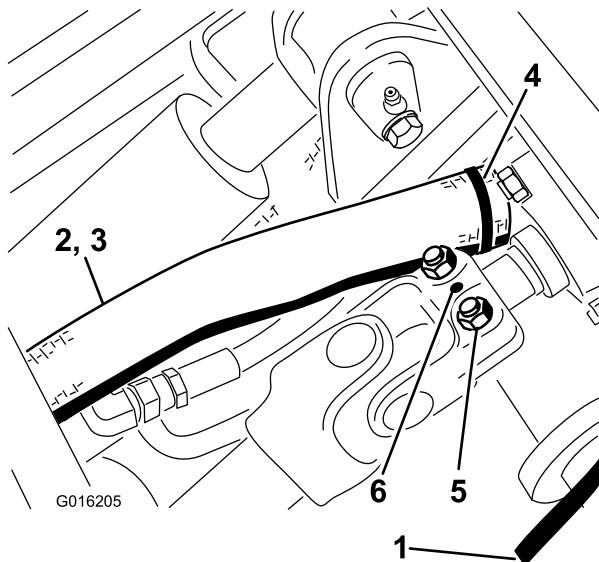

Figura 75
- Retire el pasador cilíndrico y afloje los dos tornillos que sujetan el árbol de transmisión al eje de la caja de engranajes (Figura 75). Retire el árbol de transmisión del eje de la caja de engranajes.